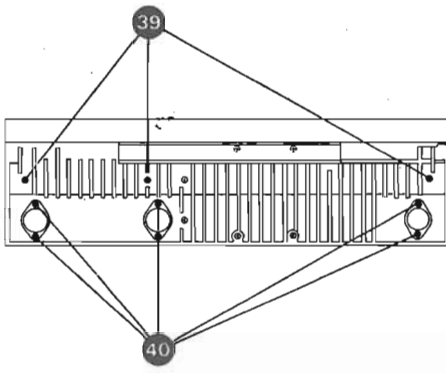

Fig. 3.17.-1
- Pro Print 1 Schraube (39) lösen (Fig. 3.17. - 1).
- Remove 1 screw (39) (fig. 3.17. - 1) from heat sink for each circuit board.
- Dévisser une vis par print (39) (Fig. 3.17. - 1)
- Leistungstransistor lösen 2 Schrauben (40) (Fig. 3.17. - 1) und aus der Halterung herausziehen.
- Undo 2 transistor mounting screws (40) (fig. 3.17. - 1) and pull transistor from its socket.
- Dégager les 2 transistors de puissance (2 vis (40) (Fig. 3.17. - 1) de leur socle.